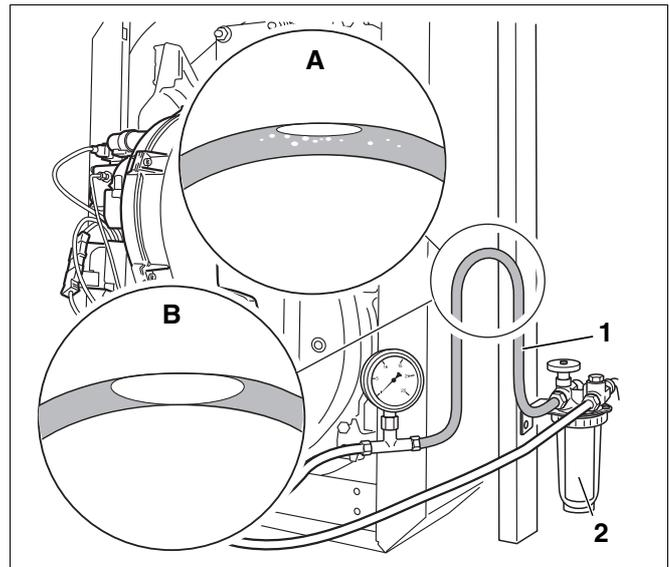

Abb. 40 Transparenten Schlauch hochbinden
- Transparenten Schlauch (Abb. 40, **Pos. 1**) in die Saugleitung hinter dem Ölfilter (Abb. 40, **Pos. 2**) einbauen.
- Eine Schlaufe des transparenten Schlauchs in der gezeigten Weise (Abb. 40) hochbinden.
- Sichtkontrolle der sich ansammelnden Luftmenge (Abb. 40, **Lupe A** und **B**) durchführen.
Wenn sich lediglich eine geringe Luftmenge an der höchsten Stelle der Schlaufe (Abb. 40, **Lupe A**) sammelt, ist die Ölleitung ausreichend dicht.
Bei größeren Luftblasen (Abb. 40, **Lupe B**) sind die Saugleitung und/oder die Anschlüsse undicht.